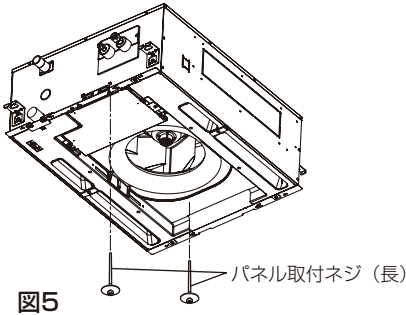
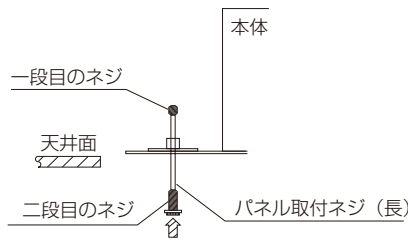

図5
図6
- 化粧パネルを取付ける前に、パネル取付ネジ（長）2本を図5の位置に対角で仮止めしてください。（図6のとおりパネル取付ネジ（長）の一段目のネジ部がユニット本体のナットを通抜ける位置までねじ込みます。）